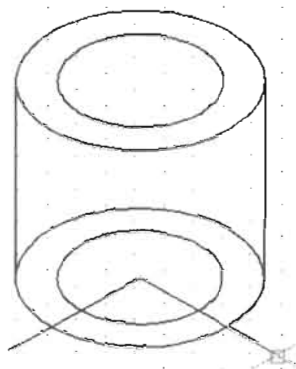

图 11-17
(5) 按 F5 键切换到俯视图, 然后过圆心绘制两条直线, 直线的长度可以不需要很精确, 如图 11-17 所示。